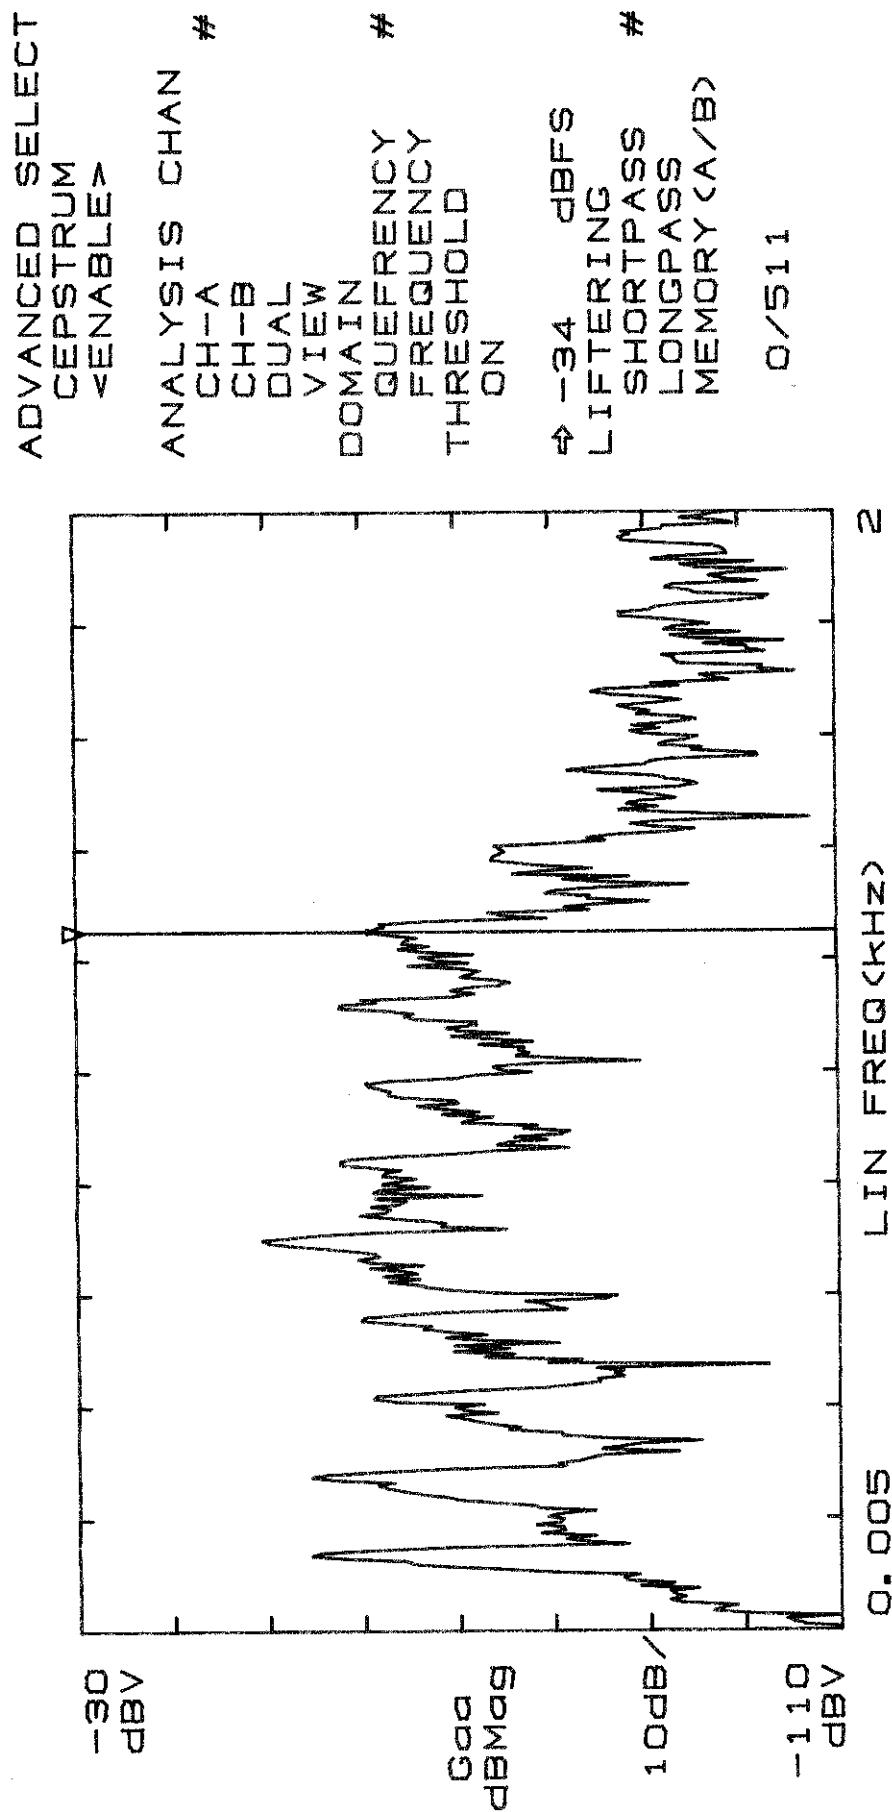

図 7-53 THRESHOLD の設定方法
- ① [ 図 7-53 ] のようにケプストラムを求めるパワー・スペクトラムを表示させます。
となります。すなわち、〔図7-53〕のパワー・スペクトラム値が -62.9 dBV よりも小さい場合には対数をとった結果が 0 となります。この THRESHOLD 値は、ノイズ・レベルなどが高いとき、それらのノイズ・レベルの影響をカットしようとする上で有効となります。
〔図7-53〕のデータのパワーケプストラム(Caa)〔Mag表示〕